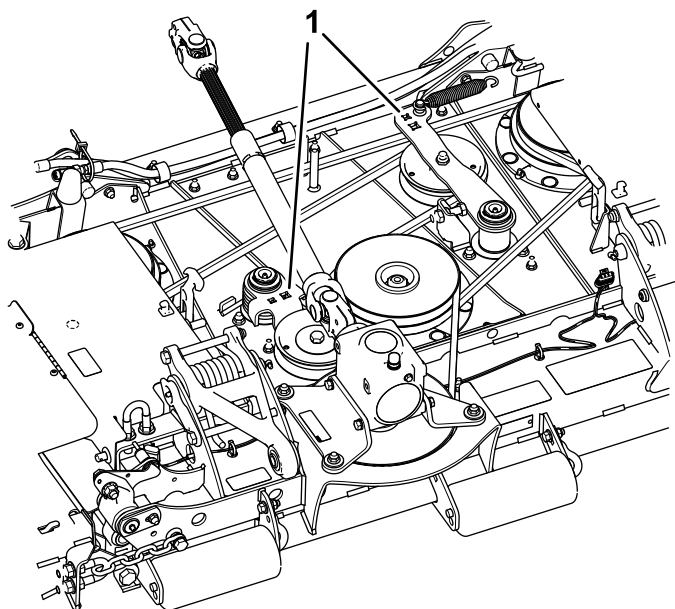

Рисунок 23
2. Вставив торцевой ключ в отверстие рычага натяжного шкива, отодвиньте натяжной шкив от приводного ремня, чтобы убрать натяжение ремня и иметь возможность снять ремень со шкива (Рисунок 23).